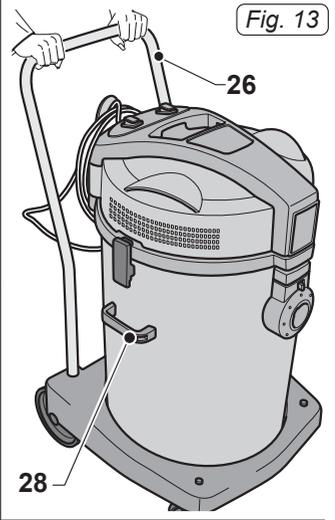
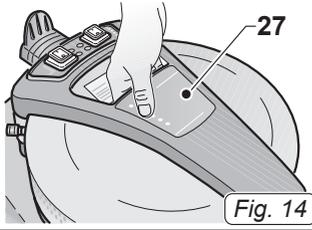

Fig. 13
Fig. 14
- Le dispositif est équipé de roues et ainsi peut être déplacé avec des poignées appropriées, ou être poussé au moyen de manipuler (26 Fig. 13)
- Pour le soulever, introduire les doigts de la main dans la poignée (27 Fig.14) située sur la partie supérieure du couvercle pour la version avec moteur simple ou bien à deux au moyen des poignées (28 Fig. 13)